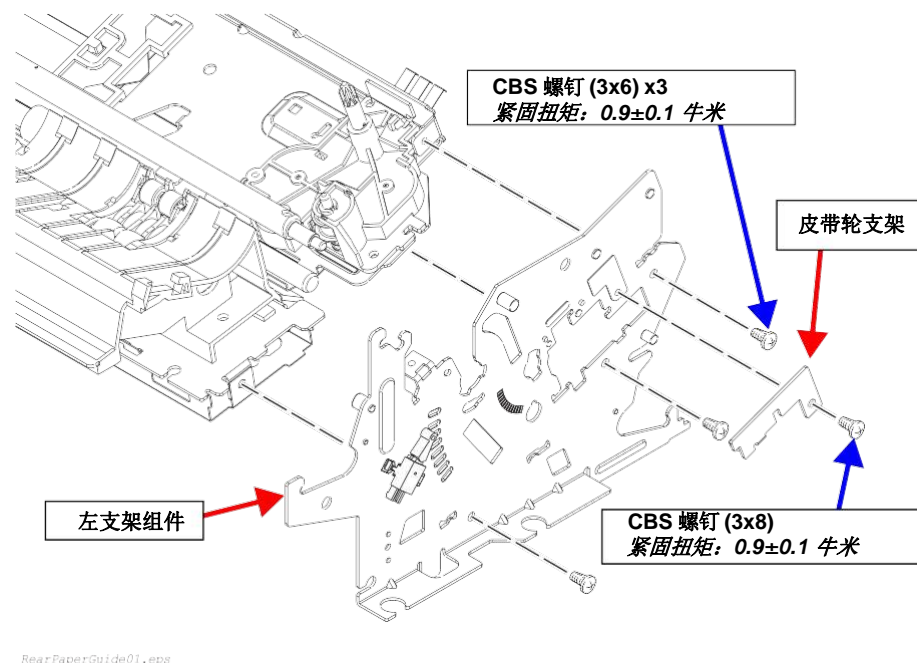

图 4-29. 后部导纸组件的拆卸 1
7. 把用于将皮带轮支架固定到左支架组件上的 CBS(M3x8)螺钉拆下来，然后取出皮带轮支架。(参见图4-29)
8. 把用于将左支架组件固定到机架上的 3 个 CBS(M3x8)螺钉拆下来，然后取出左支架组件。(参见图4-29)